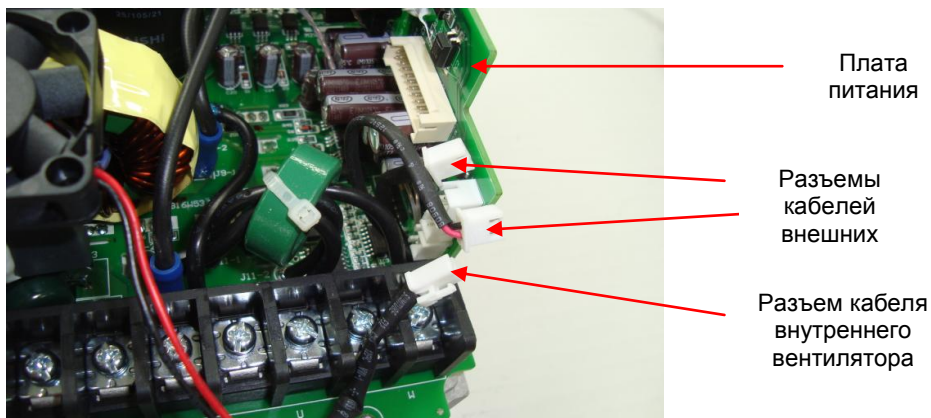

Рис. 6.6
6.3.1. Отсоединить разъемы проводов кабелей вентиляторов от разъёмов на плате питания (Рис. 6.6).